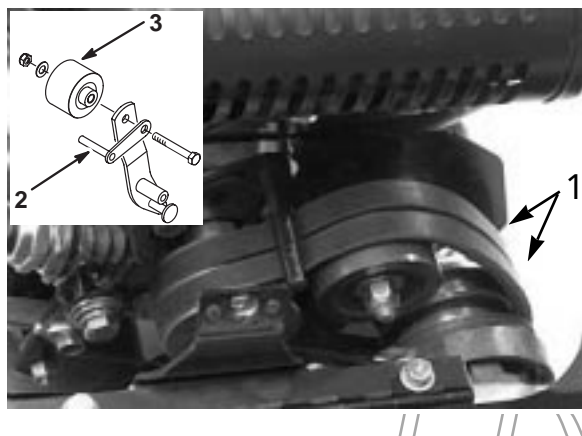

図 41
8. ベルト・ガイド (図41) を以下のように調整しておく、エンジンを使わずに機体を移動させる時に楽に作業することができる：